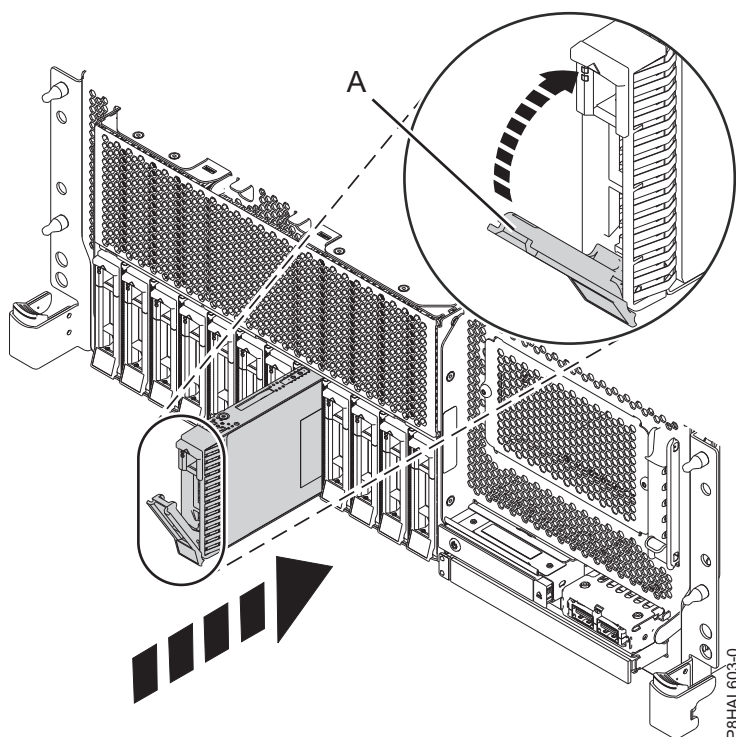
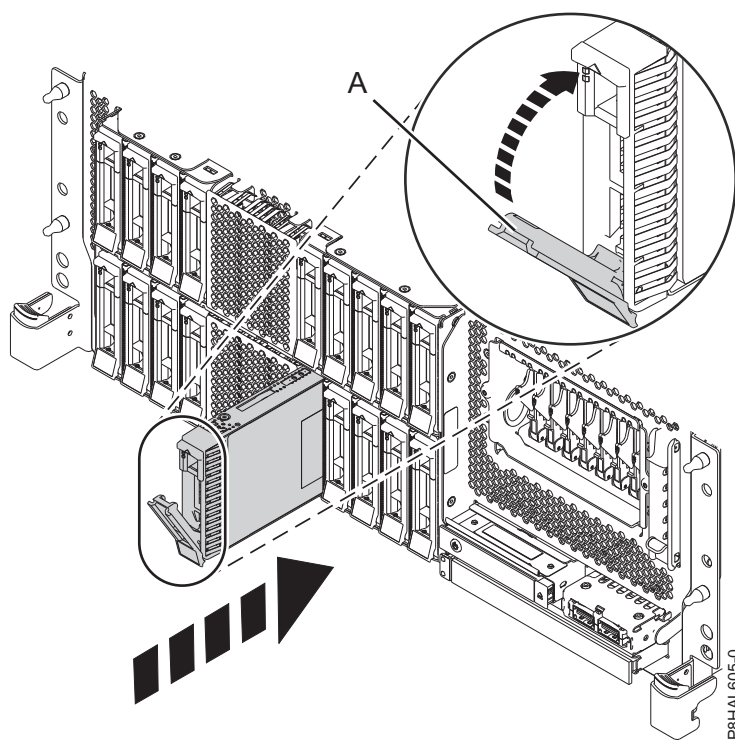

Figura 63. Substituir uma unidade de disco num sistema de função base montado em bastidor
Figura 64. Substituir uma unidade de disco num sistema de função expandida montado em bastidor
3. Desbloqueie a pega do compartimento de unidade (A) apertando-a e puxando-a para fora. Se a pega não estiver completamente fora, a unidade não deslizará para dentro do sistema. Consulte a Figura 63, Figura 64 na página 73, Figura 65 na página 74 e a Figura 66 na página 75.
5. Faça deslizar a unidade completamente para dentro do sistema e empurre a pega do compartimento de unidade (A) até bloquear, como é apresentado na Figura 63, Figura 64 na página 73, Figura 65 na página 74 e Figura 66 na página 75.